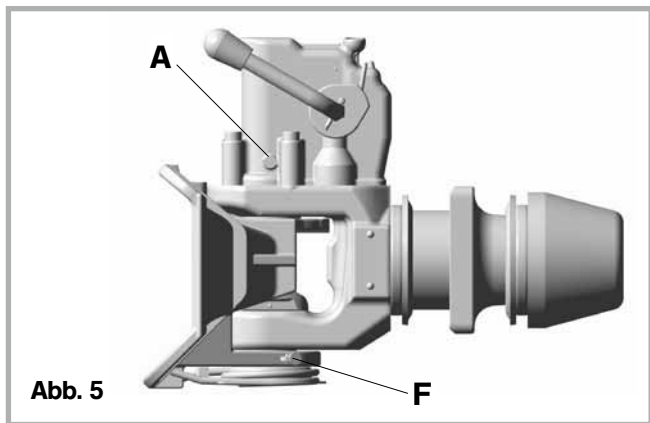

Abb. 5
- Bei schweren Einsatzbedingungen, starker Schmutz- und Wassereinwirkung die Automatischeinheit (**A**) bei geöffneter Kupplung nachfetten (s. Abb. 5):
- Unteres Fangmaullager (**F**, Abb. 5) schmieren: Empfehlung EP3